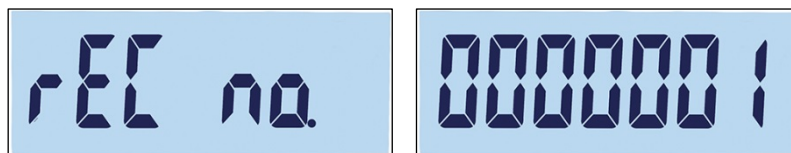

Abbildung 3-45: Bildschirm „rEC no“ und Einstellung der Datensatznummer
2. **rEC no.** erscheint kurz auf der Anzeige, danach wird der Bildschirm zur Bearbeitung der Datensatznummer angezeigt (Abbildung 3-45). Das Terminal kann bis zu 10 Datensätze speichern. Standardmäßig bietet das System die nächste verfügbare Nummer an.